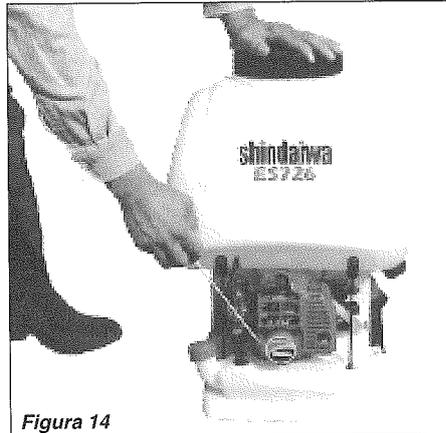

Figura 14
7. Sujete la Fumigadora ES726 firmemente con una mano. Despacio tire de la perilla del arrancador recular hasta que sienta resistencia, luego tire rápida y enérgicamente para arrancar el motor. Consulte la figura 14.